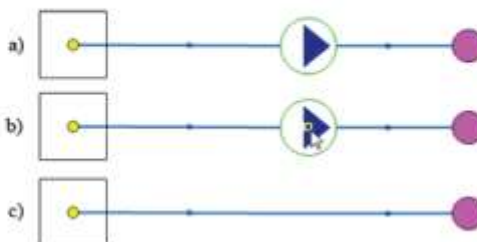

Рисунок 6.13. Удаление объекта с нанесенной сети
Если на сети установлен объект, который связан только с двумя участками (Рисунок 6.13. «Удаление объекта с нанесенной сети»), то его можно удалить, таким образом, что два связанных с ним участка объединятся в один, а на месте удаленного узла будет точка перелома объединенного участка.
2. Отметить удаляемый узел. Подвести курсор к узловому объекту и нажать левую клавишу мыши (смотрите Рисунок 6.13. «Удаление объекта с нанесенной сети» b).
3. Нажать кнопку  на панели инструментов либо щёлкнуть правой кнопкой мыши и выбрать Исключить символичный объект. (смотрите Рисунок 6.13. «Удаление объекта с нанесенной сети» с).